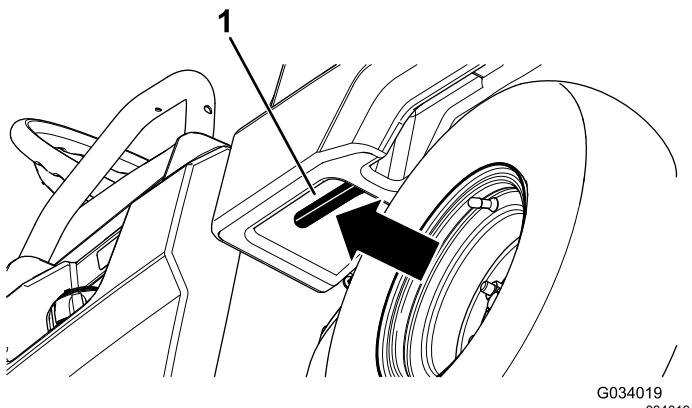

Рисунок 7
- Потяните рычаг с левой внутренней стороны грузового кузова по направлению на себя и поднимите грузовой кузов вверх (Рисунок 7).